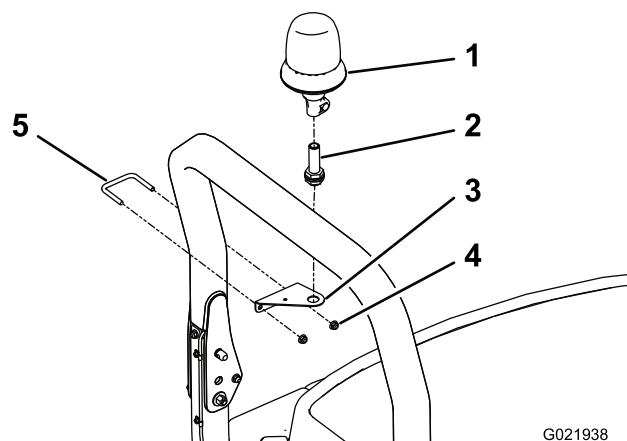

Bild 4
zwei Bundmuttern (3/8") an der Seite der Überrollschutzstrebe, wie in Bild 4 abgebildet.
4. Befestigen Sie die Rundumleuchtenfassung mit der mitgelieferten Klemmmutter an der Rundumleuchtenbefestigung (Bild 4).
5. Stecken Sie die Rundumleuchte in die Fassung und ziehen Sie die Flügelmutter an (Bild 4).